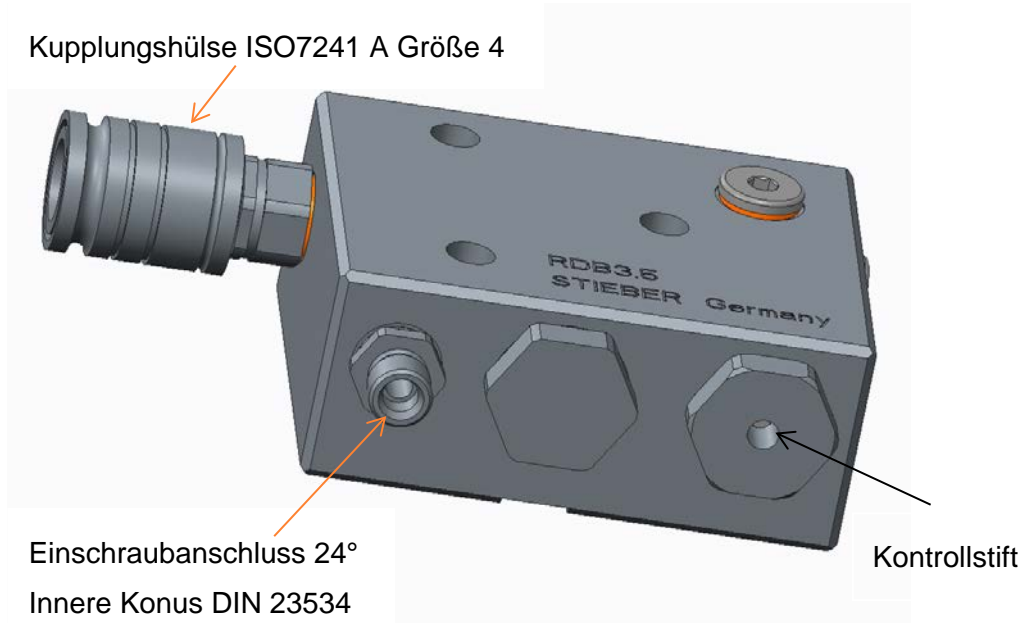

Abb.3 Hydraulikblock
- Bei der Verwendung einer Handpumpe muss der Hydraulikblock von Stieber (siehe Abb.3) verwendet werden. Dieser begrenzt den Druck und ermöglicht den Anschluss der Handpumpe über eine Schnellkupplung